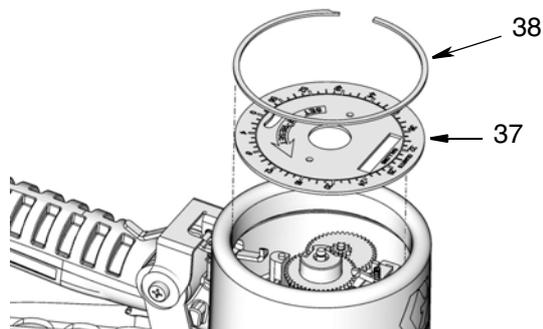

FIG. 33
3. Monte el panel de la placa frontal (37) y el clip de retención grande (38) (FIG. 33).